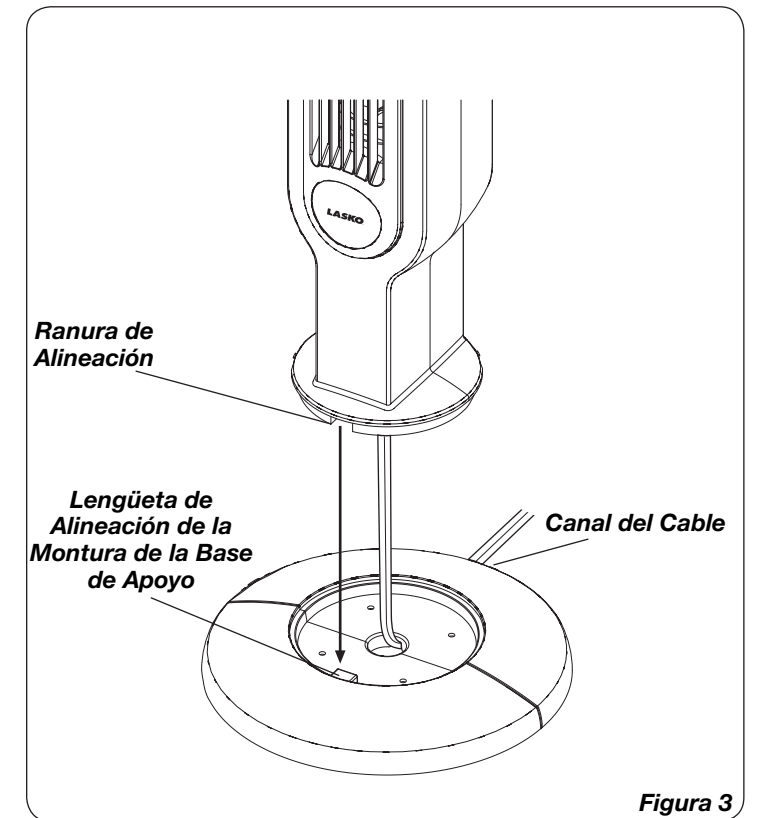

Figura 3
- Alinee las **Lengüetas de Alineación de la Montura de la Base de Apoyo** con las ranuras de alineación en la parte inferior del ventilador, teniendo cuidado de que el canal del cable en la parte inferior de la base de apoyo debe estar apuntando hacia la parte posterior del ventilador. (*Figura 3*)